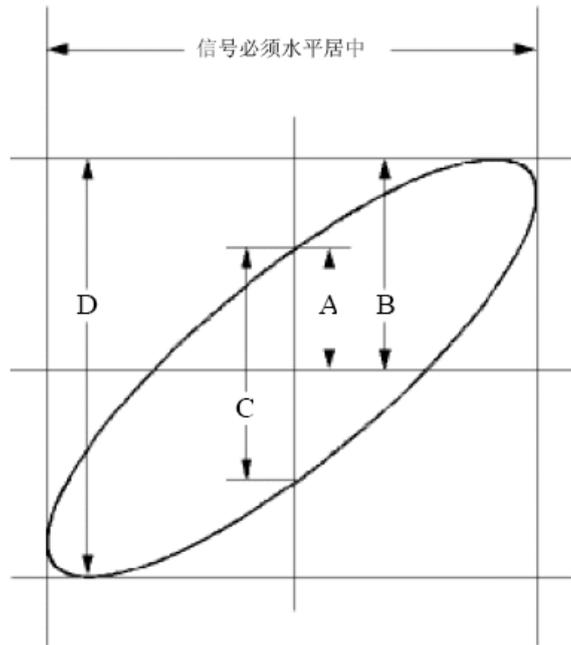

图 6-6: 李沙育 (Lissajous) 图形
- (1) 将探头菜单衰减系数设定为 **10X**，并将探头上的开关设定为 **10X**（参见P10的“如何进行探头衰减系数设定”）。
- (2) 将通道1的探头连接至网络的输入，将通道2的探头连接至网络的输出。
- (3) 按下 **自动设置** 按键，示波器把两个通道的信号打开并显示在屏幕中。
- (4) 调整 **垂直档位** 旋钮使两路信号显示的幅度大约相等。
- (5) 按 **采样** 面板按键，调出右侧菜单。
- (6) 在右侧菜单中选择 **XY模式** 为 **开启**。示波器将以李沙育（Lissajous）图形式显示网络的输入输出特征。
- (7) 调整 **垂直档位**、**垂直位移** 旋钮使波形达到最佳效果。
- (8) 应用椭圆示波图形式观测并计算出相位差。见图 6-6。